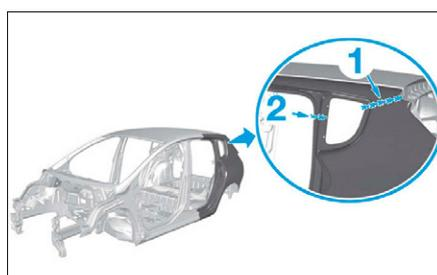

FIG. 162
- Tracer en (1) et (2) puis découper, à l'aide d'un couteau électrique (Fig.162).